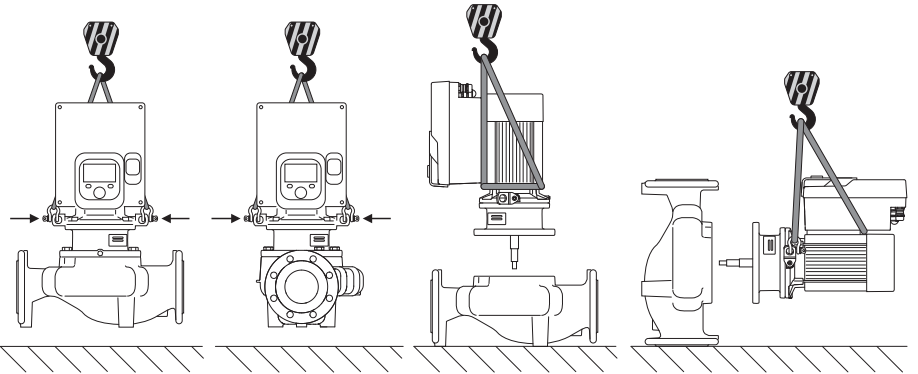

Fig. 6: 개별 펌프 인양 방향
허용된 핸드 팔레트(도르래 장치, 크레인 등)를 이용하여 펌프를 운반하십시오. 핸드 팔레트는 모터 플랜지에 있는 운반 고리에 고정시켜야 합니다. 필요한 경우 리프팅 루프를 맞춤판 아래로 미십시오(Fig. 6/7). 펌프가 기울어지지 않도록 고정하십시오.
2. 보호를 위해 적합한 리프팅 장비를 이용해 모터 임펠러 장치(Fig. 4)를 운반 고리에 고정하십시오. 장치가 넘어지는 것을 방지하려면 Fig. 6과 같이 모터 및 전자 모듈 어댑터 주위에 벨트 루프를 배치하십시오. 고정 시 전자 모듈이 손상되지 않게 주의하십시오.